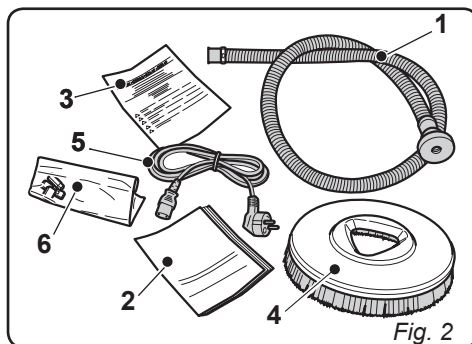

Fig. 2
2.1.a - Équipement de la machine (Fig. 2)